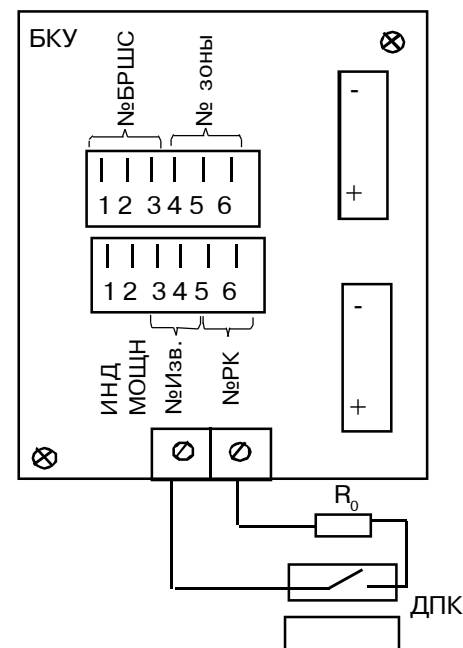

Рис.10 Схема подключения РК-МК
- подключите ДПК через линию связи и оконечный резистор к контактной колодке БКУ (рис.10);